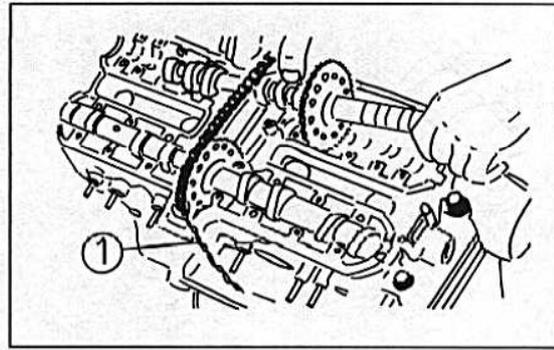

Bild 126
- Die obere Steuerkettenführung abschrauben (Bild 126).